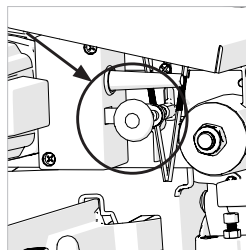

Fig. 6
- Saque el gancho de cerrojo de la cabeza de corte y permita que la cabeza de corte suba hasta su posición más elevada. **(Fig. 6)**